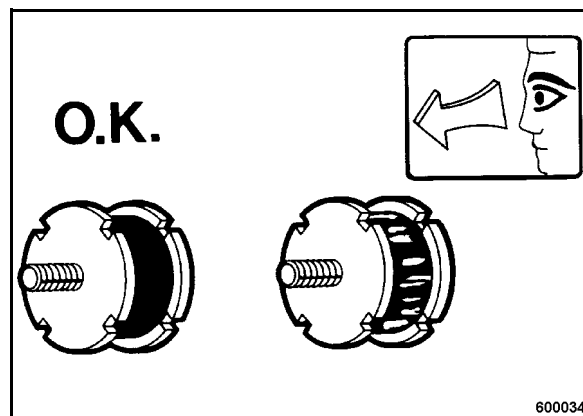

Рис. 119
- Проверить все резиновые амортизаторы (Рис. 119) на предмет глухости посадки, трещин и вырывов и в случае повреждения заменить.